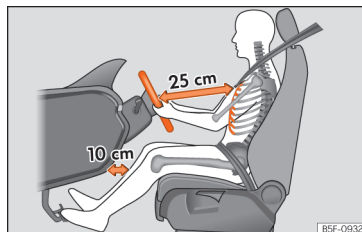

Рис. 19 Належна відстань між водієм і кермом (найменше 25 см).
- Відрегулюйте положення керма так, щоб відстань до нього була щонайменше 25 см »» **рис. 19.** Водночас ви повинні мати змогу тримати кермо по краях злегка зігнутими в ліктях руками.